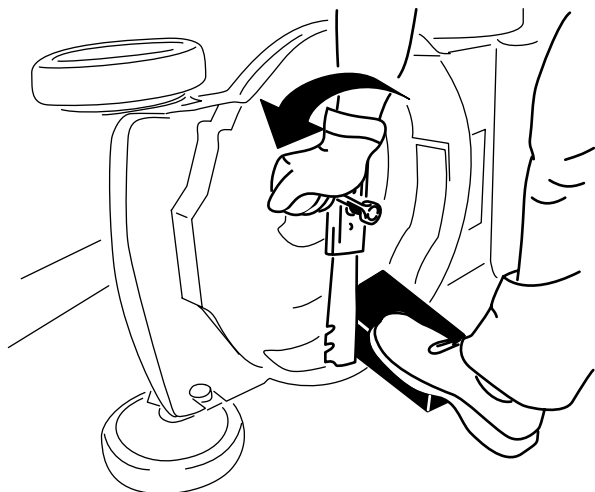

Figure 28
3. Immobilisez la lame avec un morceau de bois (Figure 28).
4. Déposez la lame mais ne jetez pas les fixations (Figure 28).